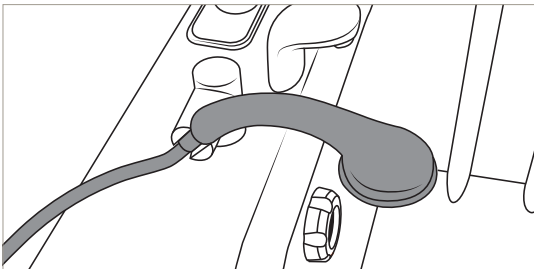

Figure 66
27. Remettre la douchette dans son support. Voir la section Figure 66.